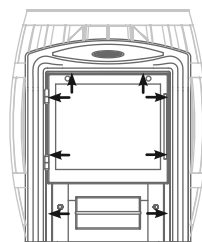

Рисунок 6. Место установки саморезов
1. открутить саморезы 8 шт., которыми прикрепляется рамка с дверцей к топливному каналу, и снять ее (см. рисунок 6);